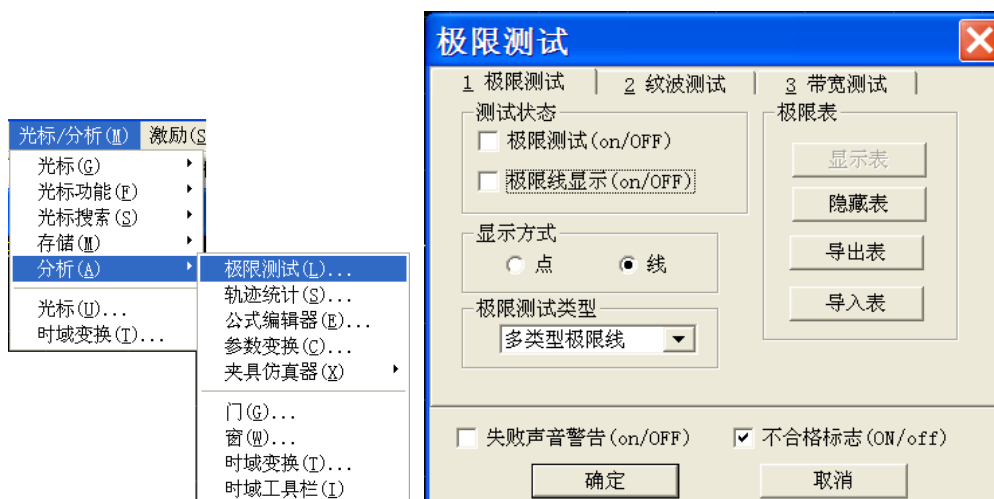

图 3.40 极限测试对话框
- a) 菜单路径：**[光标/分析]→[分析]→[极限测试]**，显示**极限测试**对话框，如图 3.40 所示。